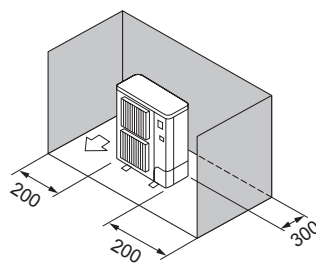

Fig. 2-8
- ③ Šķēršļi tikai iekārtas aizmugurē un sānos (Fig. 2-8)